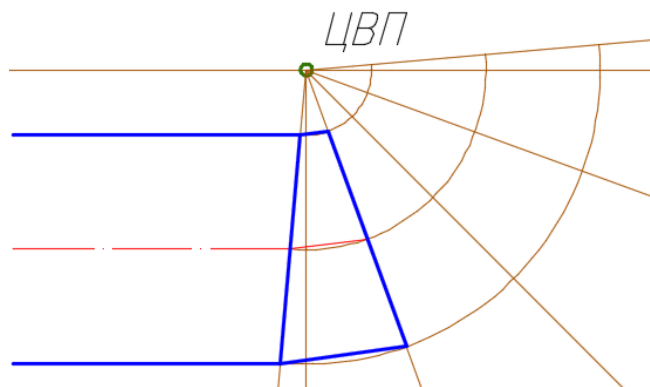

Рис. 114. Обводка секций колена трубы
– построить хорды вспомогательных окружностей и обвести линии сварных швов, как показано на рисунке (в слое *1*) (рис. 114).